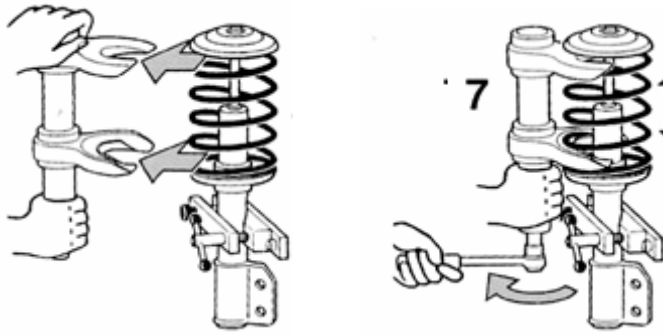

Fig 2
2. Die originalen Federbeine ausbauen, die Feder mit einem geeigneten Federspanner vorspannen und das Aufnahmeteil inklusive Lager demontieren (**Fig 2**).